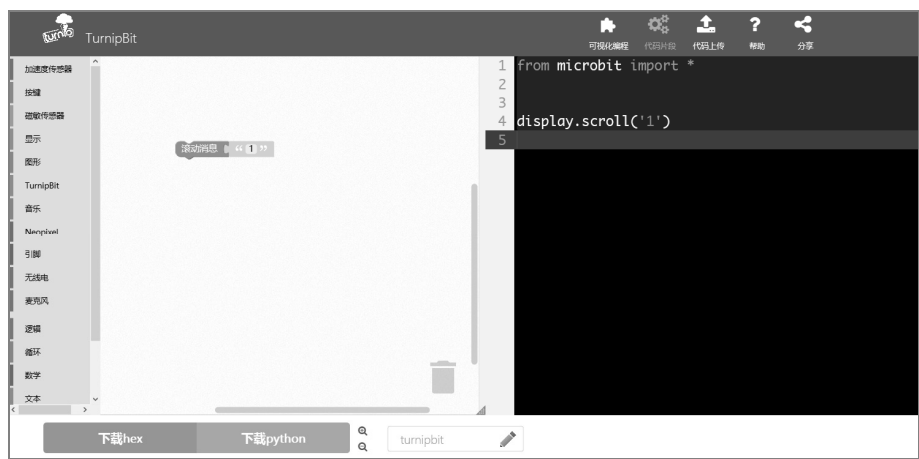

图 3-2 滚动显示数字 1
② 还是使用第 2 章中提到的“滚动消息”，只是把“Hello World!”换成数字，如 。首先将其拖曳至模块编辑区，双击“Hello World!”，然后改为数字 1，如图 3-2 所示。